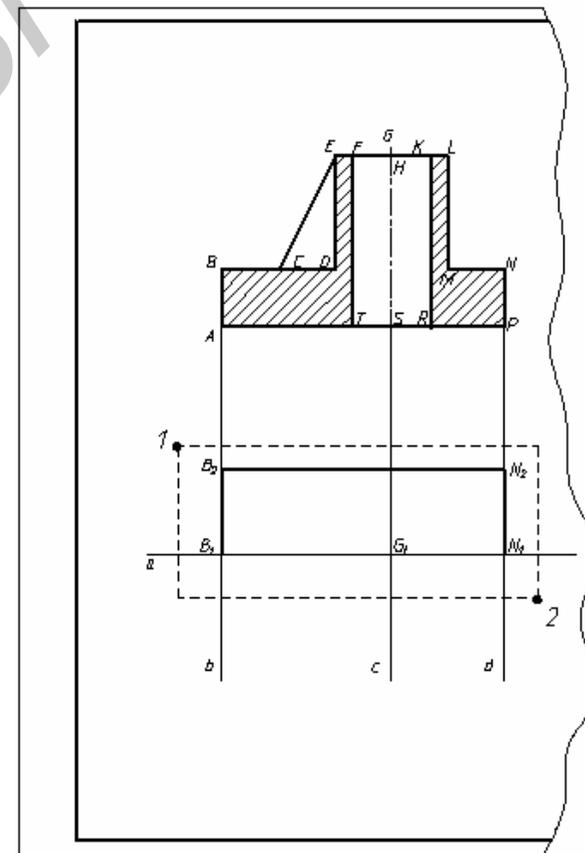

Рис.16. Построение внешнего контура вида сверху
Выведем на экран, пользуясь средней клавишей - колесиком мыши, левую половину поля формата чертежа (рис.16).
Для выбора рамкой (см. рис.16) щелкнем левой мышью в точке **1** (или **3**) на свободном месте выше или ниже выделяемого объекта. Потом передвинем курсор по диагонали в точку **2** (или **4**), что сопровождается появлением прямоугольной рамки (при этом хотя бы один конец оси должен выходить за пределы рамки) и щелкнем мышью. Верхняя часть контура (за исключением оси) выделится.
2. Стереть лишние линии проекционной связи **b, d** (см. рис. 16). Как стереть, объяснено в разделе 7.